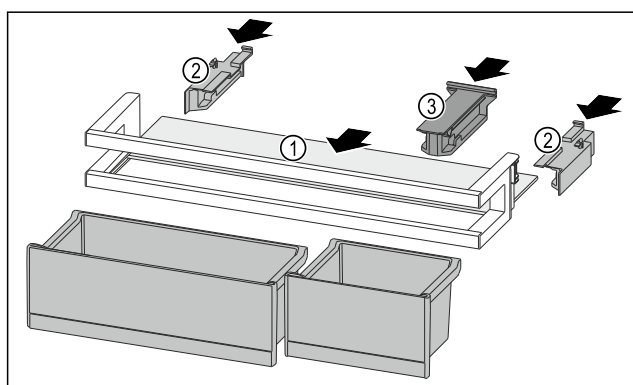

Fig. 251
- ▶ Inserire il ripiano Fig. 251 (1) negli incavi laterali.
- ▶ Inserire gli elementi laterali Fig. 251 (2).
- ▶ Inserire l'elemento di tenuta Fig. 251 (3).